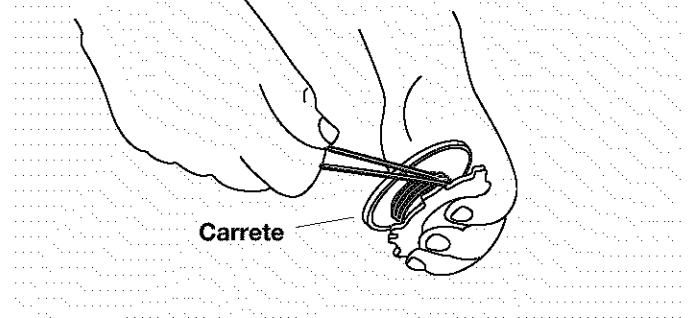

Fig. 24
2. Coloque su dedo índice entre las dos líneas para impedir que se superpongan (vea la Fig. 24).
3. Bobine las dos líneas al mismo tiempo en capas parejas y ajustadas en el carrete, en la dirección indicada en el carrete (Fig. 24).